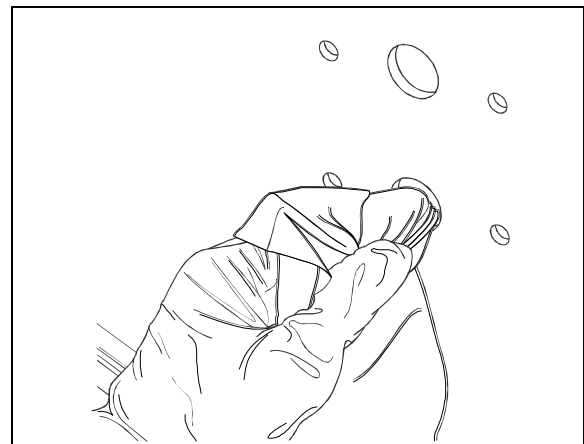

Figure 3: Nettoyage des trous de passage.
4. Nettoyer l'intérieur et le pourtour des trous de passage avec du Sika 205, tel qu'illustré à la figure 3. Utiliser à nouveau un chiffon ne laissant pas de résidus. Laisser sécher pendant 2 minutes;
- Nettoyer l'intérieur et le pourtour des trous de passage avec du Sika 205, tel qu'illustré à la figure 3. Utiliser à nouveau un chiffon ne laissant pas de résidus. Laisser sécher pendant 2 minutes;
- Nettoyer l'intérieur et le pourtour du trou de passage des fils avec du Sika 205, comme illustré à la figure 3. Utiliser à nouveau un chiffon ne laissant pas de résidus. Laisser sécher pendant 2 minutes;